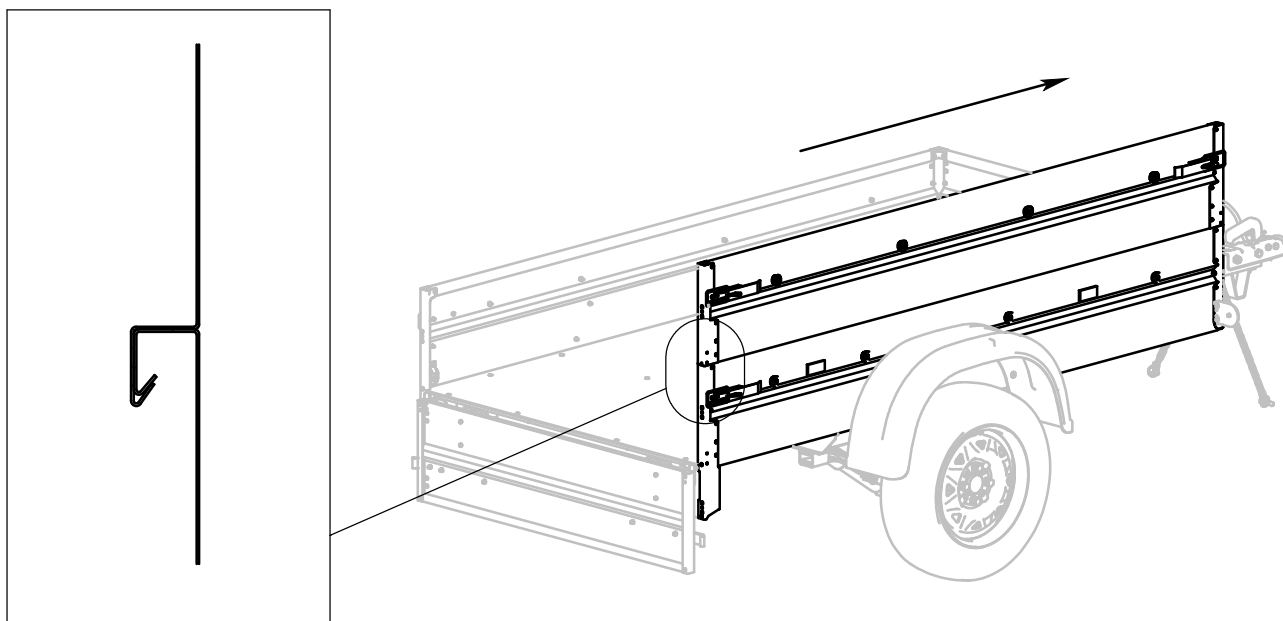

Рис. 3
5.4. Предайте **Борту «А»** вертикальное положение. Удостоверьтесь что загибы кромок бортов совпали (Рис. 3) и подвиньте **Борт «А»** вплотную к переднему краю платформы (Рис. 3).